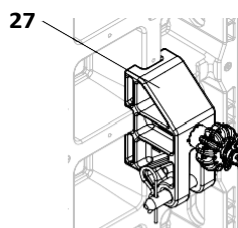

Fig. B1.03
1. Монтирайте свързващата скоба DUO (27), виж секция В3. (Fig. B1.03)